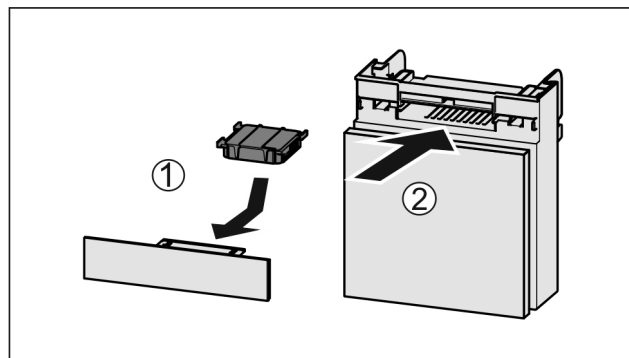

Fig. 243
- ▶ Inserire il vano Fig. 243 (2).